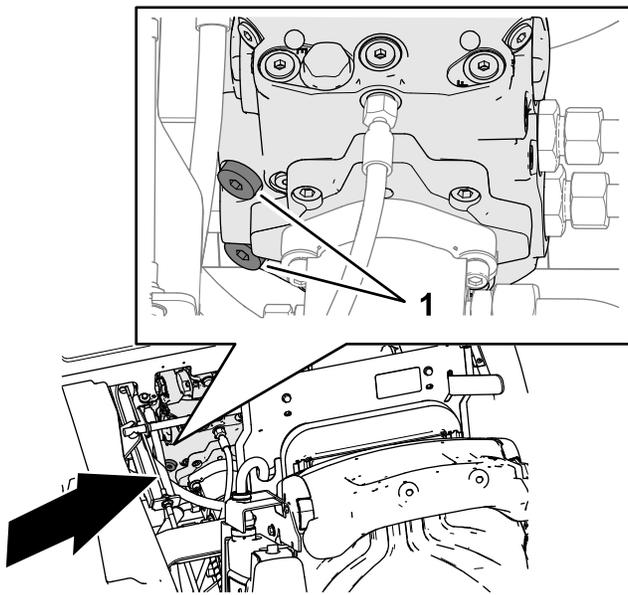

図 35
1. 8 mmの六角レンチを使って、トランスミッションポンプリリーフバルブの2つのソケットヘッドプラグを反時計回りに3回転させる (図 35)。